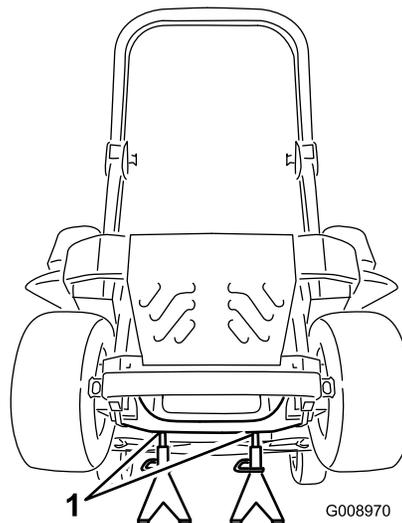

Figura 97
3. Levante la máquina y apóyela sobre gatos fijos (Figura 97).
9. Retire los gatos fijos y baje la máquina (Figura 97).